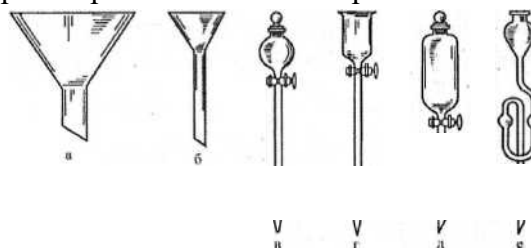

Рис. 4. Воронки.
4. Воронки (рис. 4) разных конструкций и размеров имеют разные назначения. Химические воронки (конической формы) служат для переливания жидкостей, пересыпания порошков, для проведения фильтрования. Капельные воронки используют для введения жидкостей в реакционную среду небольшими порциями или по каплям. Делительные воронки применяют для разделения несмешивающихся жидкостей. Предохранительные воронки используют для предохранения от выброса жидкости при её вскипании или от выброса раствора кислоты из аппарата Киппа.